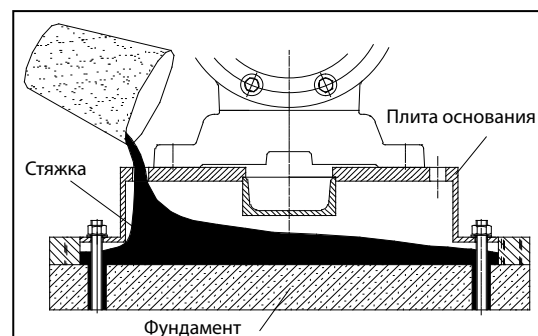

Рис. 4.1. Заливка бетоном
1. После заливки бетона закрепите трубные втулки и слегка сдвиньте анкерные болты, чтобы они совмещались с болтовыми отверстиями на плите основания (см. рис. 4.1).